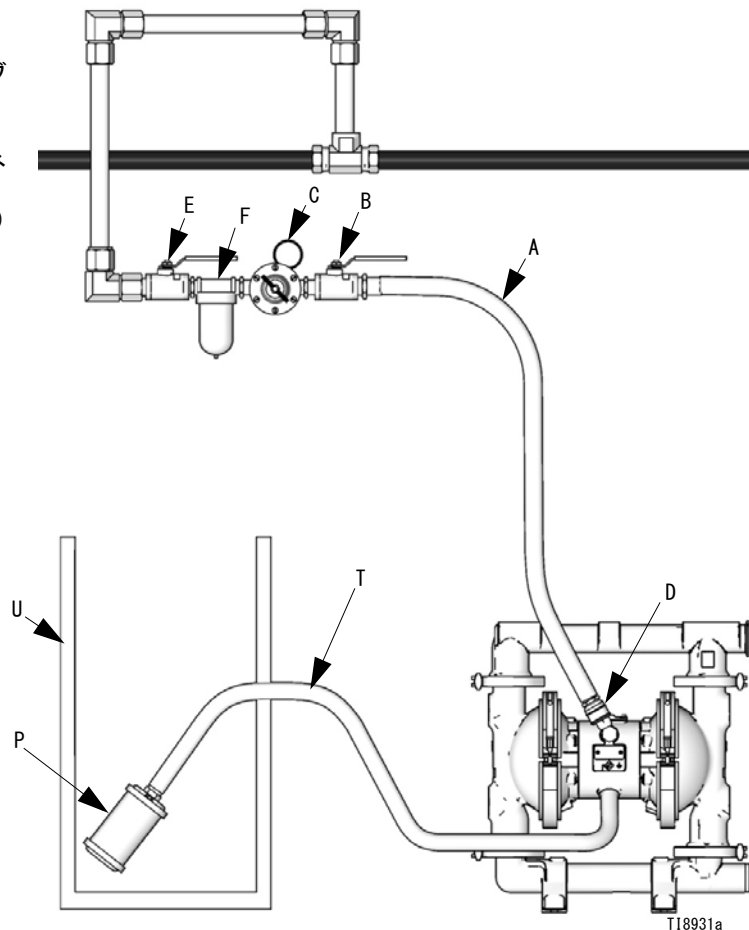

図4 排気の排出
ダイヤフラムが破損した場合、ポンプ処理中の液体が排気とともに空気中に排出されます。液体を受け止める適切な容器を、排気ラインの最後に配置してください。図4を参照してください。
1. ポンプの排気ポートからマフラー (P) を取り外します。
2. 接地された排気ホース (T) を取り付けて、マフラー (P) をホースの反対側の端に接続します。排気ホースの最高径は、3/4 インチ (19 mm) ID です。15 フィート (4.57 m) より長いホースが必要な場合は、直径がさらに大きいホースを使用します。ホースを鋭い角度で曲げたり、ねじらないようにしてください。
3. ダイヤフラムが破損したときでも液体を受け止められるよう、排気ホースの端に容器 (U) を設置します。図4を参照してください。